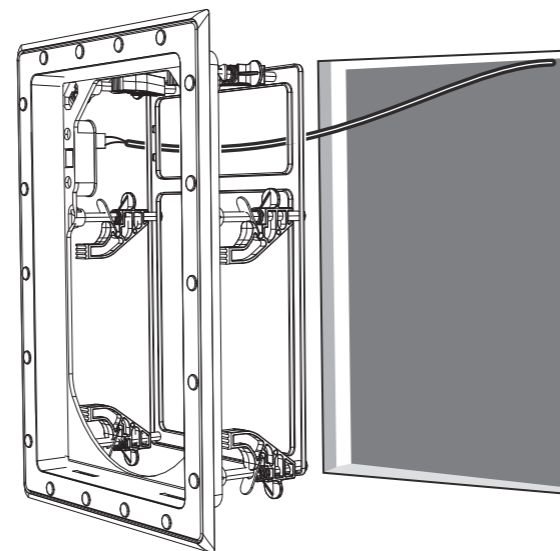

Fig. 8. Installing the Frame into the Wall
1. Druk het frame voorzichtig in de opening in de muur en zorg ervoor dat de luidsprekerbedrading niet bekneld raakt of bekneld raakt (Fig. 8).